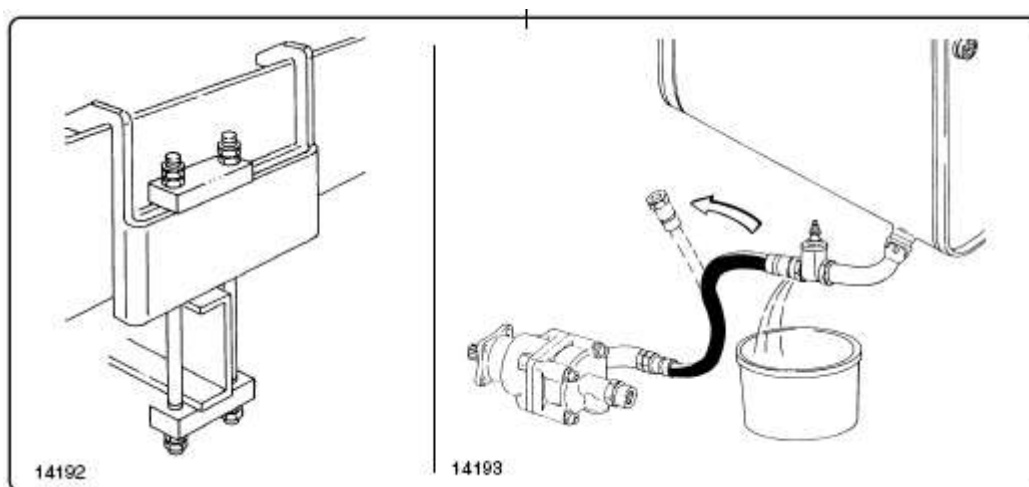

Рис. 8.8.1
8.9 Проверка наличия воды в гидросистеме (рис. 8.8.1)